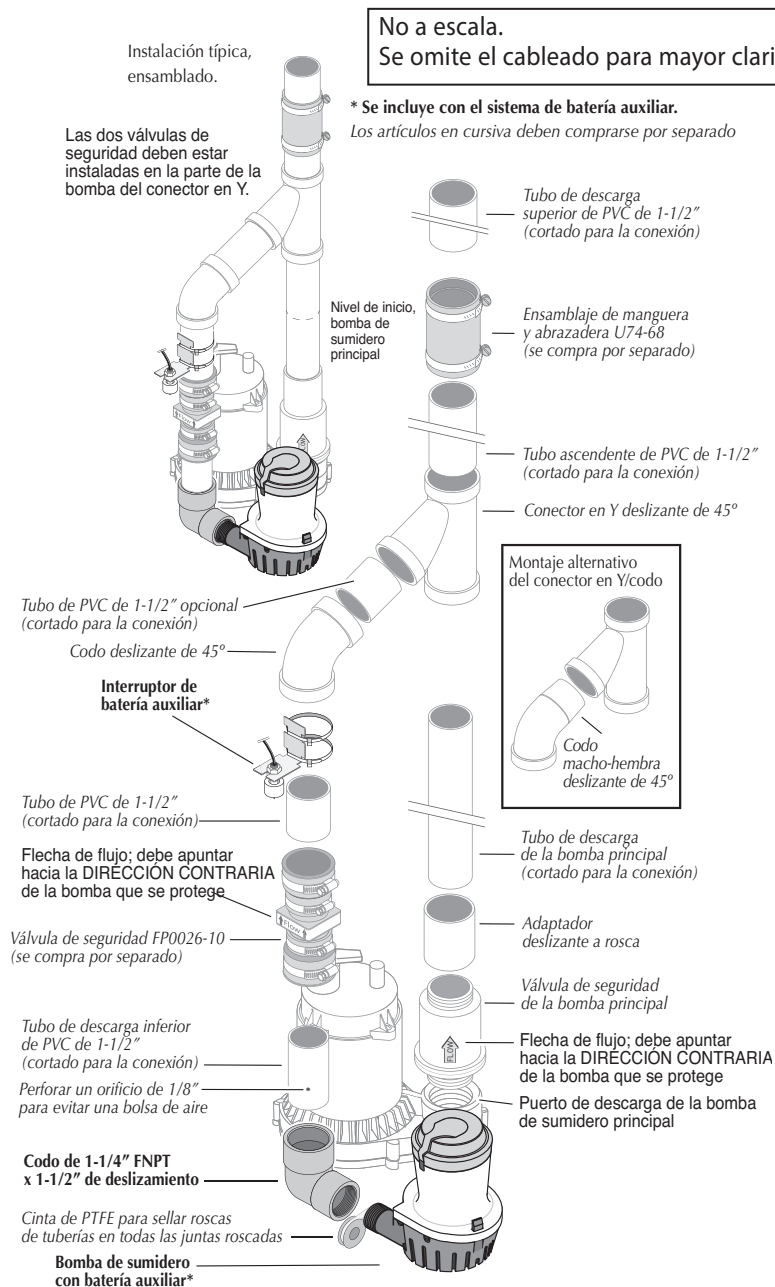

Figura 3: Tubo de descarga común - Instalación típica
2. Si en la descarga de la bomba de sumidero principal no hay una válvula de retención, deberá instalar una. También debe instalar una en el tubo de descarga de la BBU (Figura 3). Verifique que la flecha de flujo de la válvula de retención señale en DIRECCIÓN CONTRARIA a la bomba que se está protegiendo.